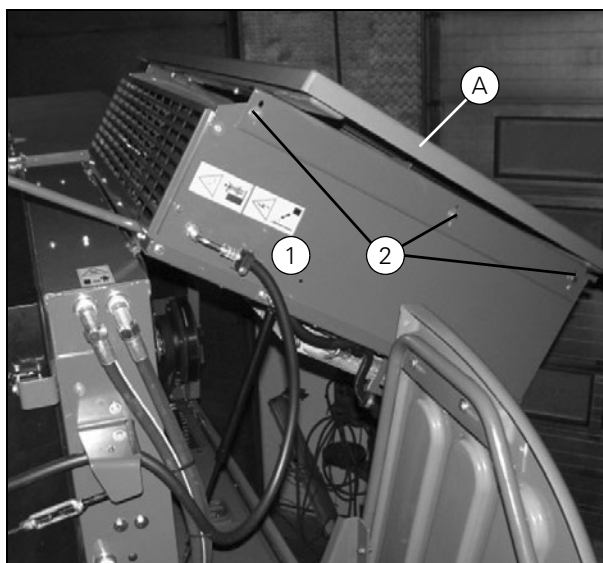

Рисунок 8
- Закрепите фланцевый подшипник (14) на кронштейне. Не затягивайте крепления подшипника на валу.
- Установите вал, так чтобы стопорное кольцо (E) уперлось во фланцевый подшипник (14). Постучите, чтобы запорное кольцо подшипника (16) встало на место.
ВАЖНОЕ ЗАМЕЧАНИЕ: После снятия приводных валов убедитесь, что расстояние (Z) между краем резинового ролика (F) до держателя (G) равно 3 мм. Направляющий кронштейн (H) не должен касаться вала, когда вращающееся решето закрыто. Перед установкой боковой панели (A) (Рис. 8) проверьте положение детали и при необходимости выполните регулировку следующим способом:
- Снимите пробку отверстия (J) и вставьте в отверстие измерительный брусок (K) (можно использовать измерительный брусок для подбарабannya, который поставляется вместе с машиной).
- Слегка приоткройте вращающееся решето и вставьте в щель гаечный ключ, чтобы разгрузить гайки. Ослабьте болты (L) и отрегулируйте направляющий кронштейн (H).